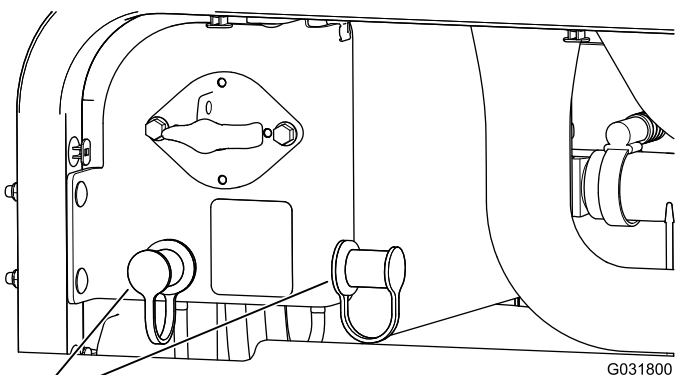

Figura 104
3. Retire as coberturas dos polos de arranque (Figura 104).